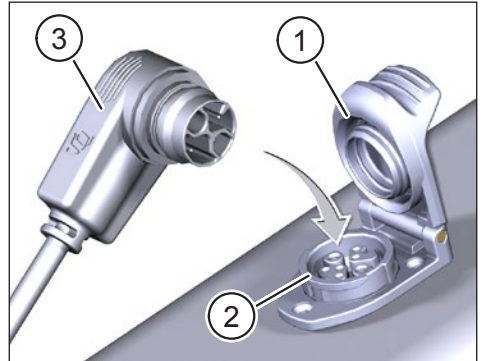

Fig. 1: Battery opladen
- ▶ Klap het deksel (Pos. 1 in Fig. 1) op de laadpoort (Pos. 2 in Fig. 1) in het fietsframe open.
- ▶ Lijn de laadstekker (Pos. 3 in Fig. 1) van de lader of Range Extender zo uit dat de stekkercodes van de laadstekker en de laadpoort overeenkomen (zie Fig. 1).
- ▶ Steek de laadstekker (Pos. 3 in Fig. 1) van de lader of Range Extender in de laadpoort.